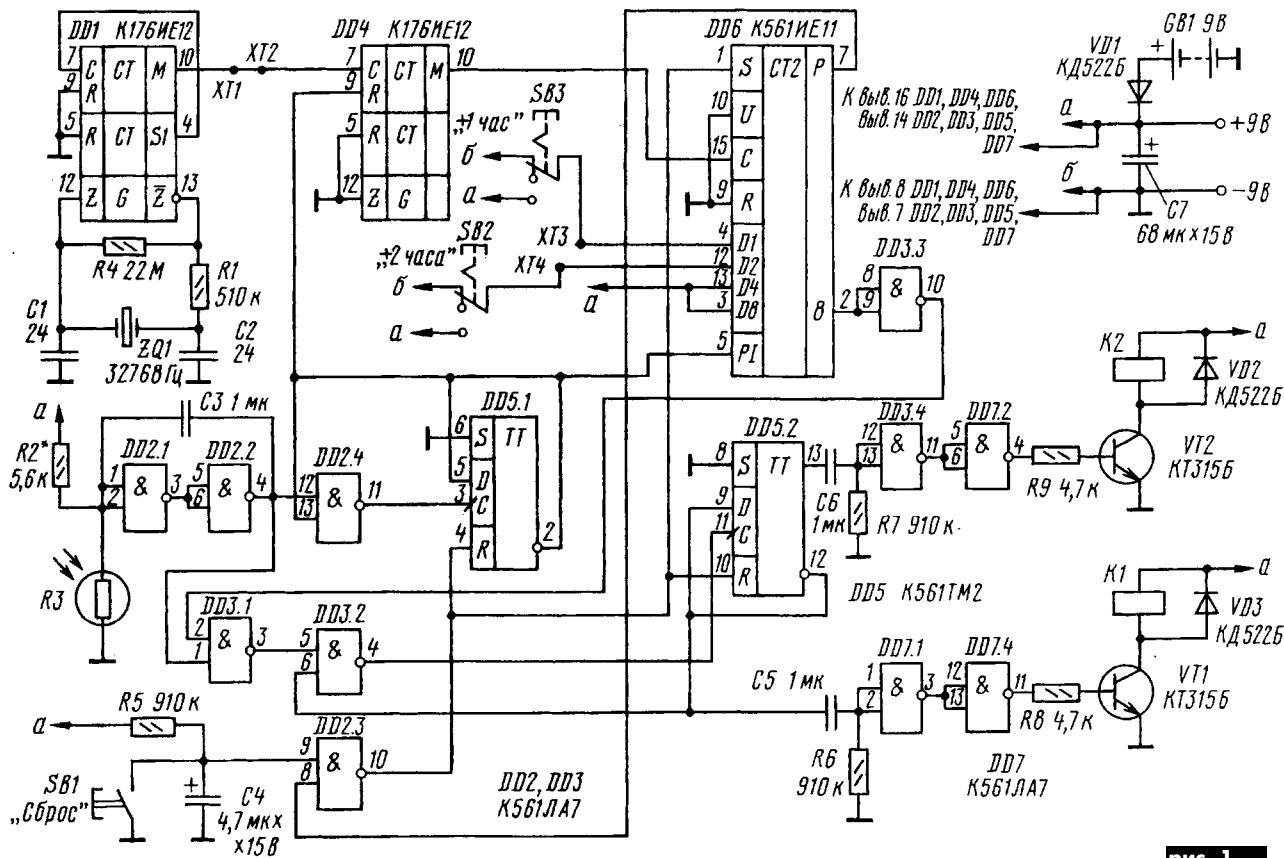

рис. 1
**Автомат "световой день"** описан в статье **Н.Заец** ("Радио" N5/2000). Этот автомат (рис.1) включает освещение при наступлении сумерек и выключает его по истечении запрограммированного времени, которое можно регулировать от 12 до 15 ч с интервалом 1 ч. Он состоит из за-дающего генератора и делителя частоты следования импульсов на микросхеме DD1, делителя частоты в 60 раз на микросхеме DD4, счетчика с предварительной установкой на микросхеме DD6, формиро-вателя импульсов на элементах DD2.1, DD2.2 и блока управления. Время светово-вого дня программируется путем установки кода на счетчике DD6. При указанных на схеме положениях переключателей SB2 и SB3 оно равно 12 ч. Его можно увеличить на 1, 2 или 3 ч. При включении пита-ния на выходе 10 элемента DD2.3 появляется лог."1", которая обнуляет триггеры DD5.1, DD5.2 и предварительно уста-навливает счетчик DD6.